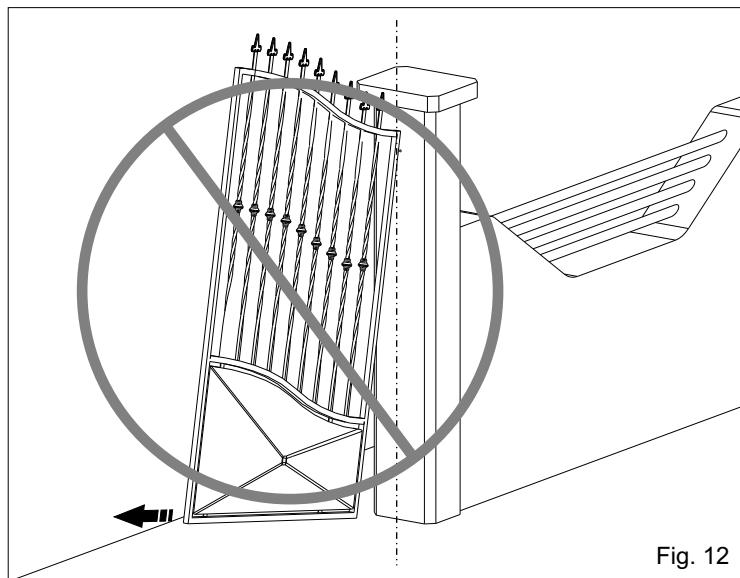
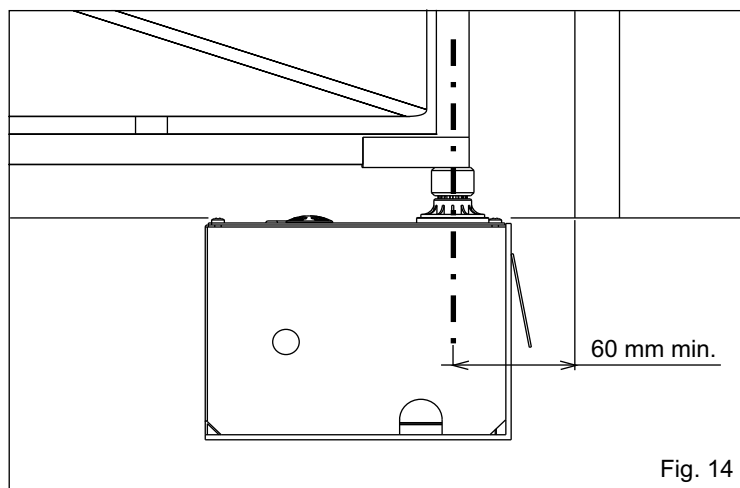

Fig. 12
Fig. 14
3.8. Hacer mucha atención a no poner la hoja fuera de los ejes (Fig. 12 y 13), el eje tiene que coincidir con el eje de rotación del gozne teniendo en cuenta que la distancia mínima de la columna es de 60 mm (Fig. 14).